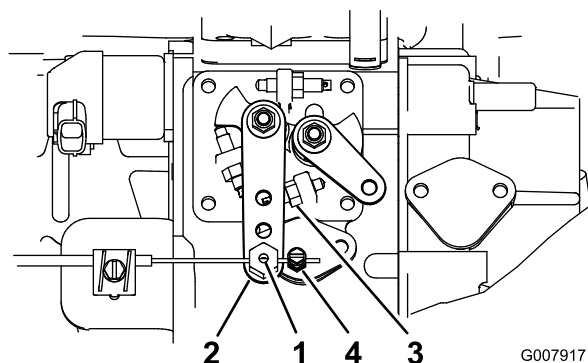

Figure 58
2. Desserrez la fixation du câble d'accélérateur à côté du levier de la pompe d'injection (Figure 58).
3. Maintenez le levier de la pompe d'injection en appui contre la butée de régime de ralenti accéléré (Figure 58).